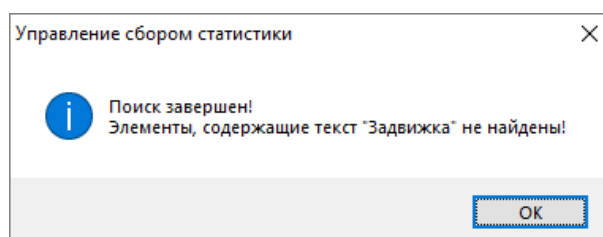

Рисунок 6-224 Уведомление о завершении поиска и отсутствии найденных элементов
- если в дереве статистики нет элементов, наименование которых содержит введенное сочетание символов, то появится окно с соответствующим уведомлением (см. Рисунок 6-224) о завершении поиска и отсутствии найденных элементов.